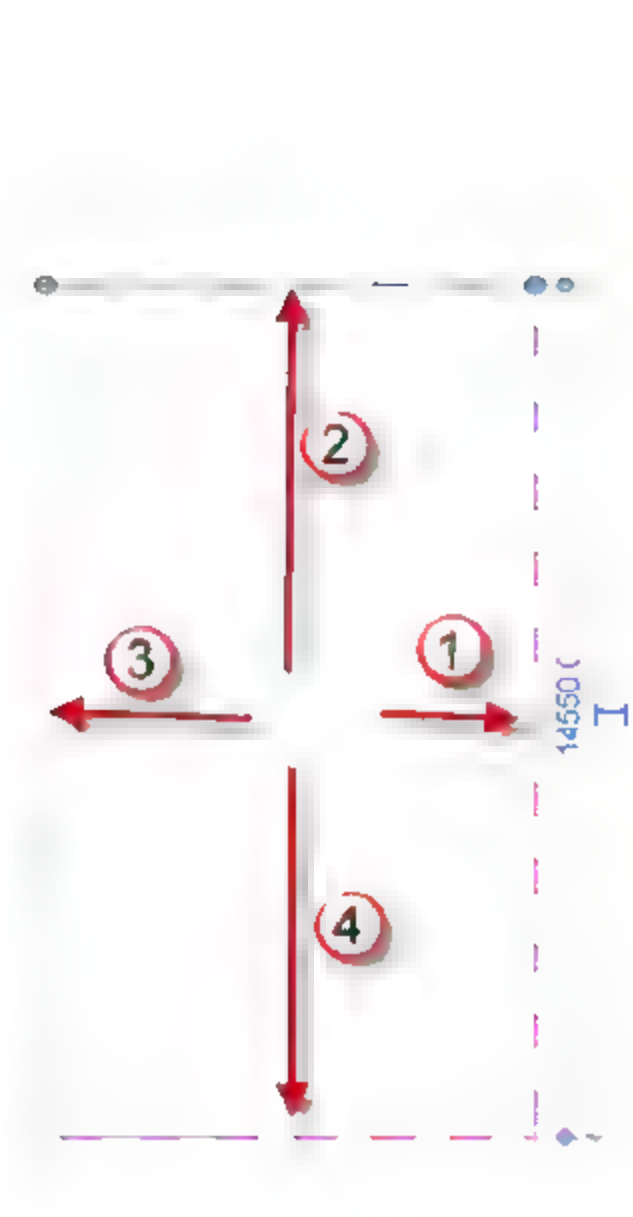

图 12.1.31 移动楼板轮廓
(6) 移动楼板轮廓。双击楼板，进入“修改/编辑边界”界面，依次选择楼板边界，按快捷键 **M+V**，将楼板轮廓移动到前面绘制的辅助线位置，如图 12.1.31 所示。